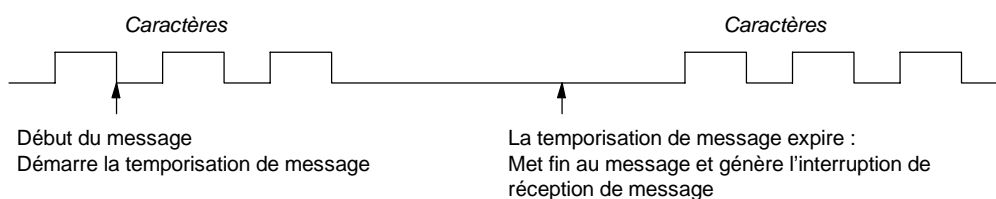

Figure 6-13 Utilisation de la temporisation de message pour arrêter l'opération Recevoir
3. *Temporisation de message* : La temporisation de message met fin à un message lorsqu'une durée indiquée s'est écoulée après le début du message. La temporisation de message commence dès que la ou les conditions de début pour la réception de message ont été satisfaites. La temporisation de message expire lorsque le nombre de millisecondes indiqué dans le mot SMW92 ou SMW192 s'est écoulé (voir figure 6-13).